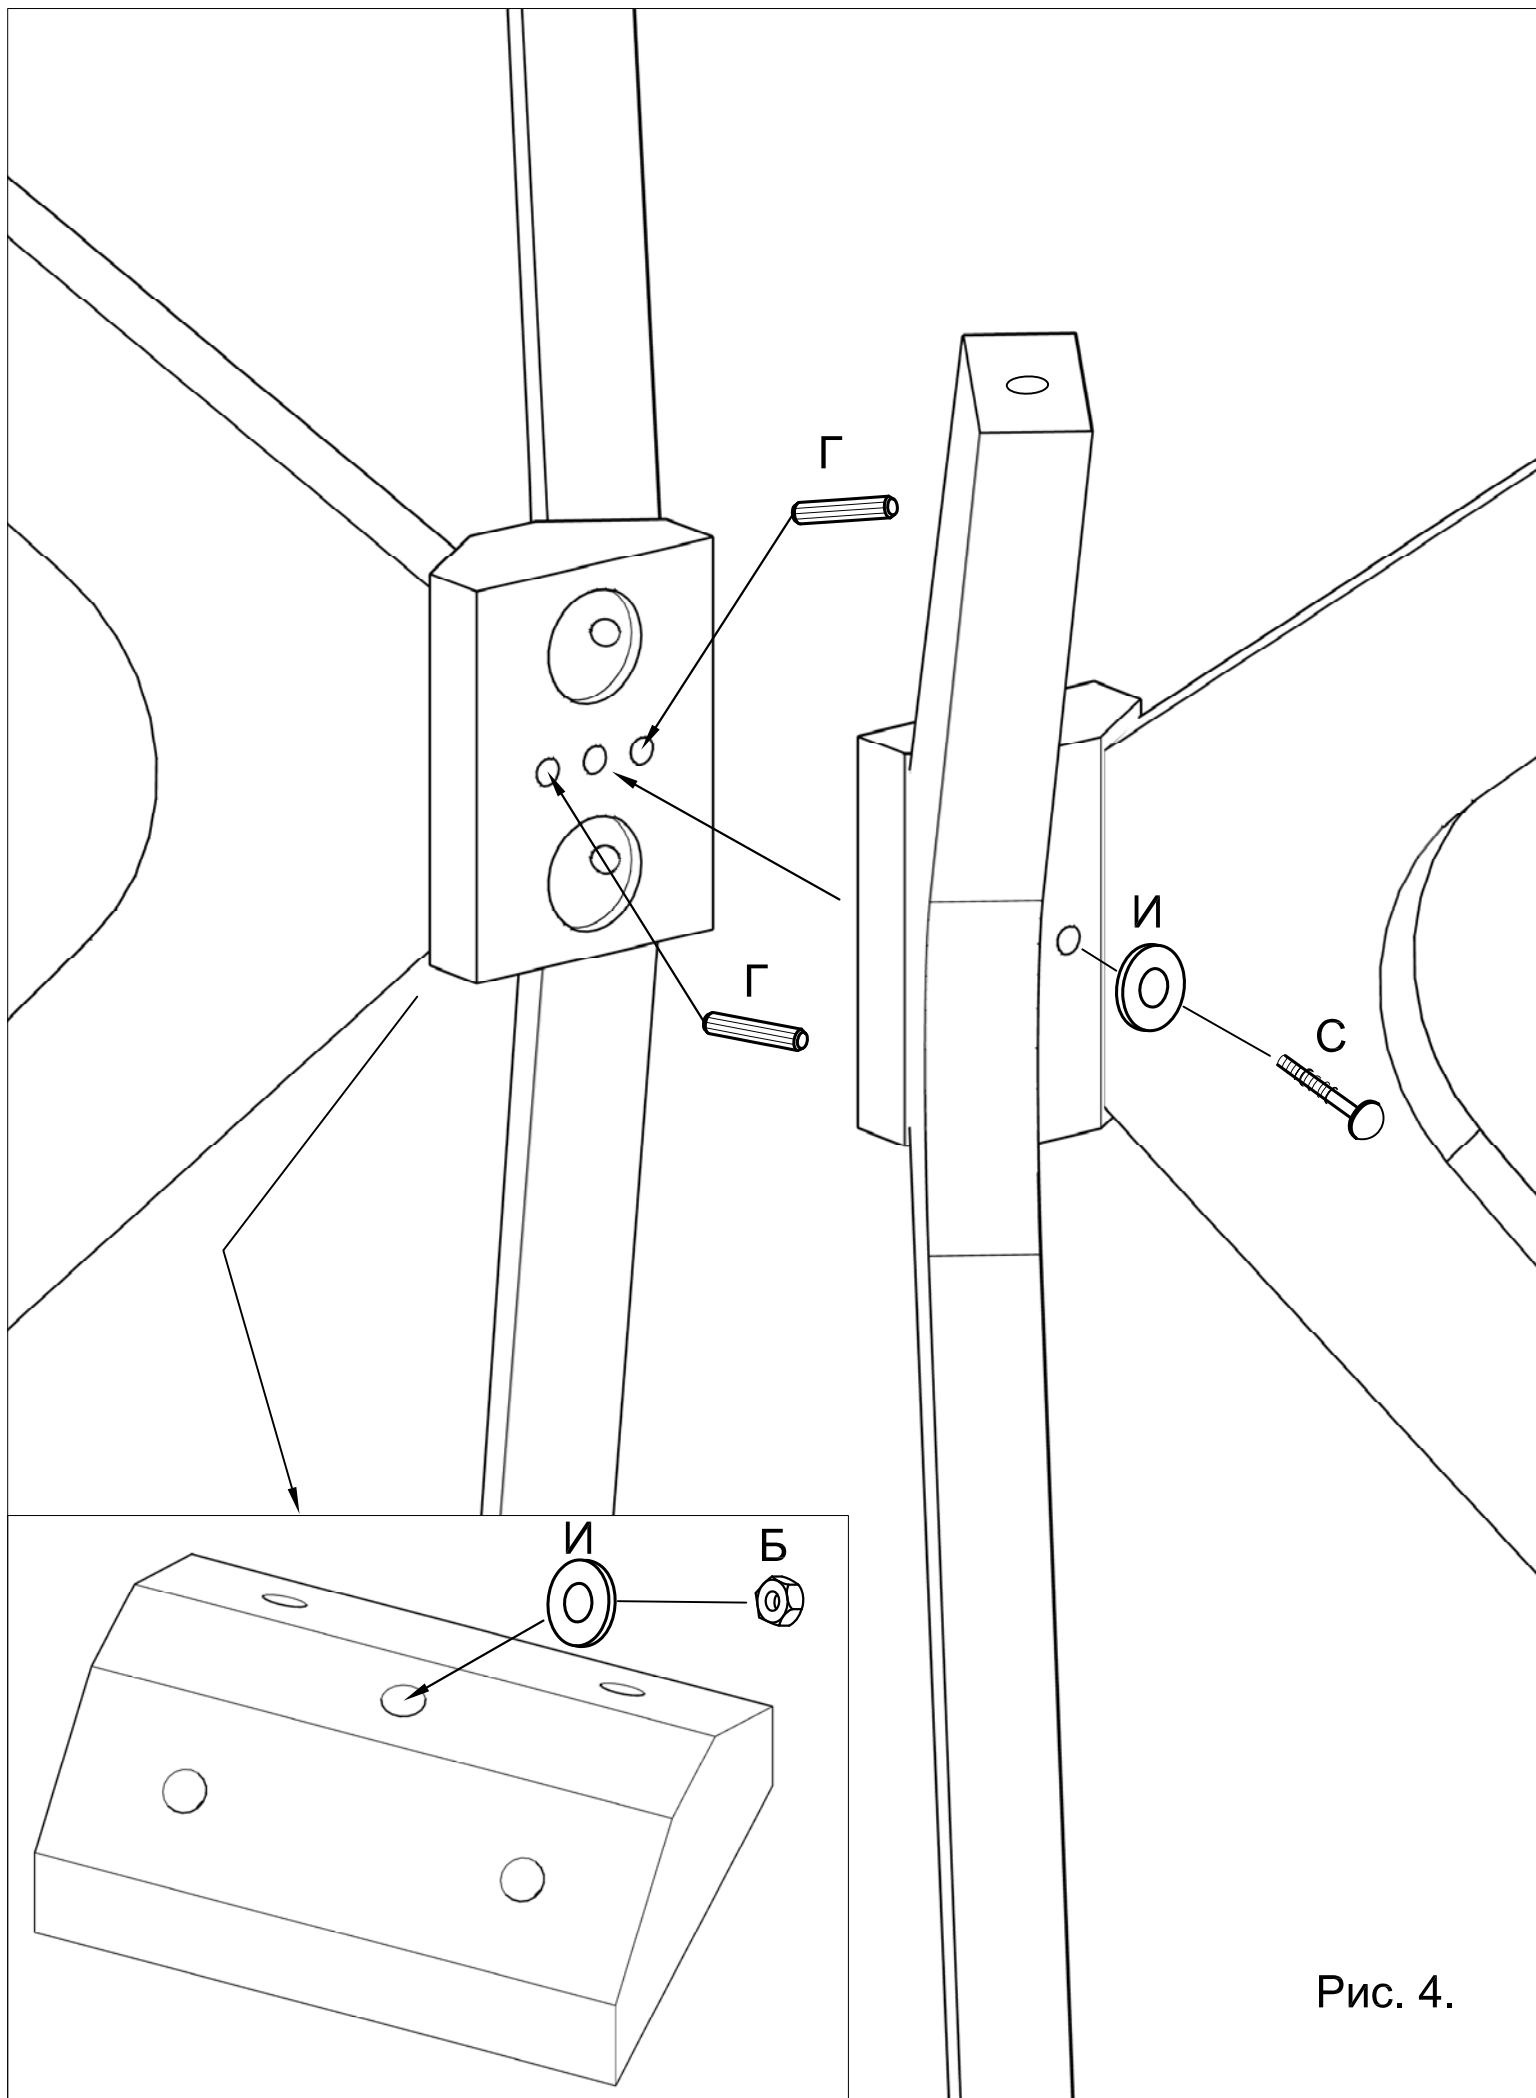

Рис. 4.
- 4.6. Вставить и аккуратно забить до упора шканты "Г" в отверстия, имеющиеся во внутренней части половинок ЦСНС (рис.4);
- 4.7. Вставить винт "С", подложив под его шляпку шайбу и "И" в центральное отверстие в одной из ЦСНС (рис.4);